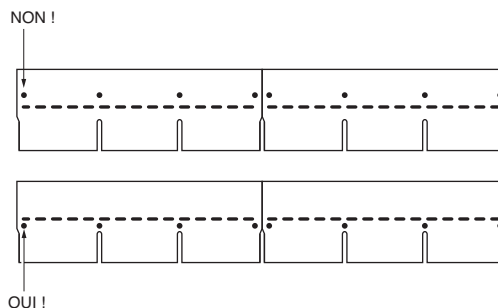

Figure 1-4 : Ne pas clouer dans le haut du bardeau !
**PIÈCES DE FIXATION À L'EXTÉRIEUR DE LA ZONE CIBLÉE** : Les pièces de fixation plantées régulièrement à l'extérieur de la zone ciblée entraînent souvent des problèmes de toiture (Figure 1-4).